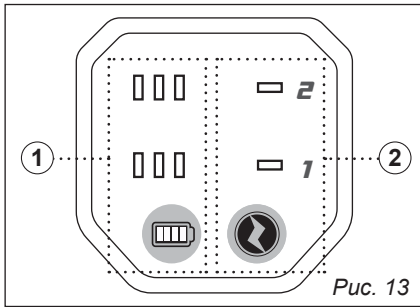

Рис. 13
10.3. Индикация и режимы работы (рис.13)
① Сектор индикации заряда батареи (левый)